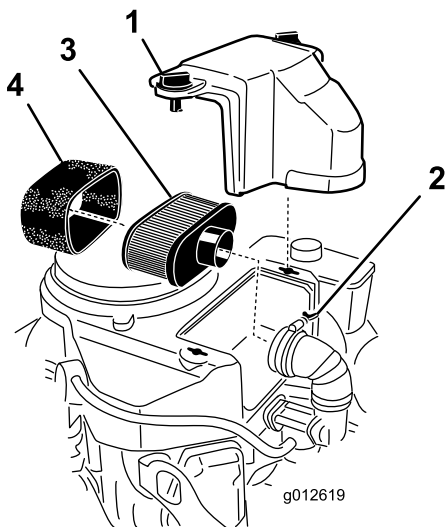

Figura 38
3. Curăai în jurul filtrului de aer pentru a preveni pătrunderea murdăriei în motor i a evita deteriorarea (Figura 38).
4. Slăbii uruburile capacului i scoateți capacul filtrului de aer (Figura 38).
5. Slăbii clema furtunului i scoateți ansamblul filtrului de aer (Figura 38).
6. Trageți cu grijă elementul din spumă de pe elementul din hârtie (Figura 38).
- Curățați elementul din hârtie lovindu-l ușor pentru a îndepărta praful. Dacă este foarte murdar, înlocuieți elementul din hârtie (Figura 38).
- Glisați cu grijă elementul din spumă pe elementul din hârtie (Figura 38).
- Amplasați ansamblul filtrului de aer pe baza filtrului de aer sau furtun i fixați-l (Figura 38).
- Montați capacul filtrului de aer i strângeți uruburile capacului (Figura 38).